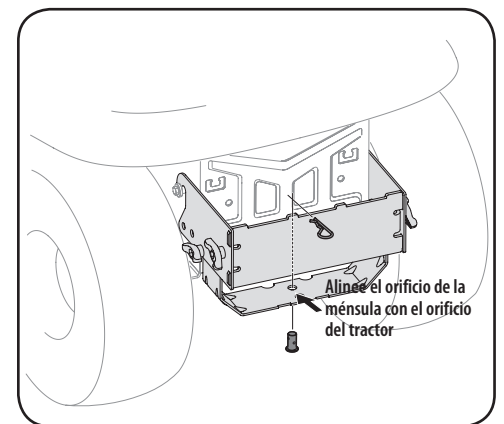

Figura 4-6
2. Instale el pasador de horquilla (711-0309A) del paquete de herrajes 689-00312 en el enganche del tractor y fije con un sujetador de horquilla (714-0117). Consulte la Figura 4-6.